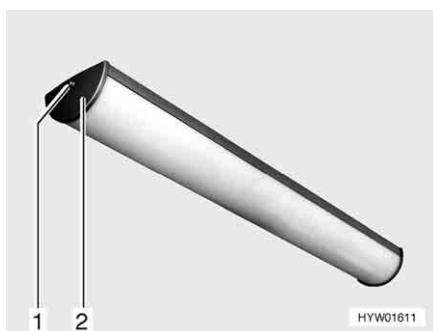

Fig. 238 Plafoniera del vano abitabile
- Svitare la vite (Fig. 238,1) e smontare la copertura (Fig. 238,2).